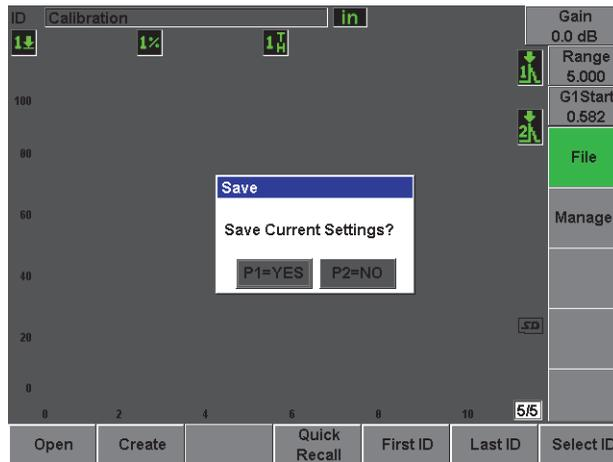

Figura 2-21 Caixa de diálogo Save
10. Pressione **Save** (veja Figura 2-21 na página 51).